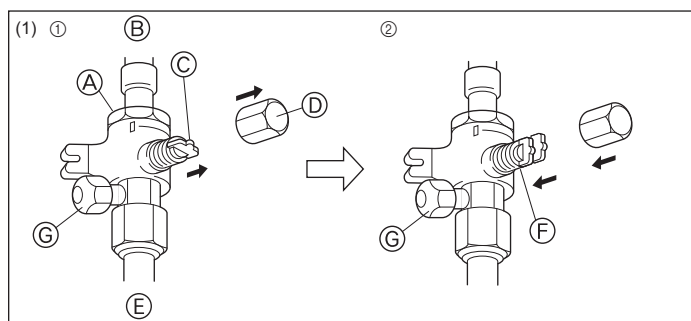
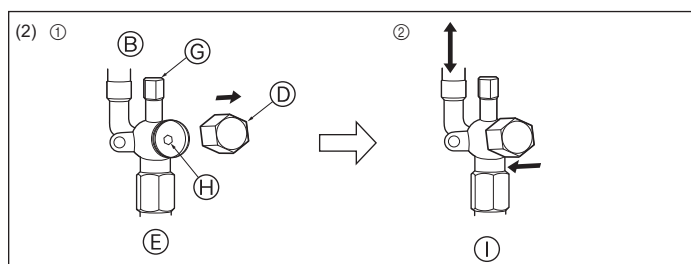

Fig. 4-9
Fig. 4-10
- (1) Сторона с газом (Fig. 4-9)
- ① Снимите колпачок, потяните ручку на себя и поверните на 1/4 оборота против часовой стрелки для открытия.
- ② Убедитесь в том, что запорный кран полностью открыт, надавите на ручку и поверните колпачок в первоначальное положение.
- (2) Сторона с жидкостью (Fig. 4-10)
- ① Снимите колпачок и поверните шток золотника против часовой стрелки до упора, используя для этой цели 4 мм шестиугольный гаечный ключ. Прекратите поворачивать шток в момент, когда тот достигнет стопора. (ø6,35: Приблизительно 4,5 оборотов) (ø9,52: Приблизительно 10 оборотов)